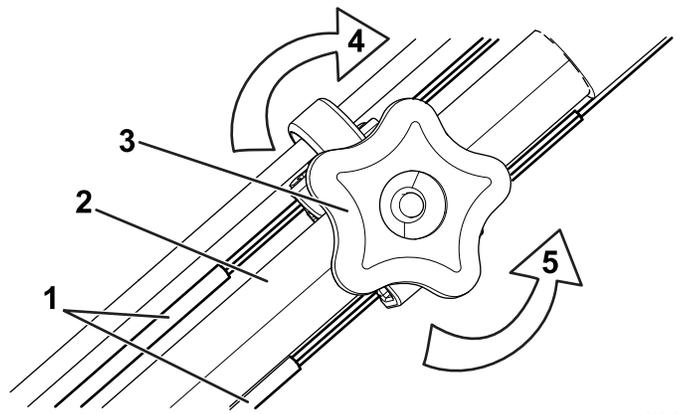

Figure 28
- Tournez le bouton de réglage dans le sens antihoraire pour desserrer le réglage du câble (Figure 28).
- Ajustez la tension des câbles (Figure 28) en les tirant en arrière ou en les poussant en avant uniformément puis en les maintenant tous deux à cette position.